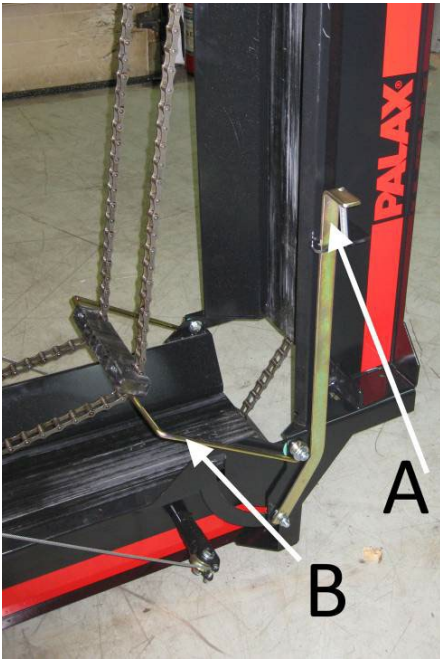

Bild 5
6. Öppna lås A, bild 5.
8. Avlägsna transportkedjans stöbygel B, bild 5 och lägg den i hålen i transportörens sida.
2.7 Ställa transportören i transportläge, bild 5
1. Ställ transportören på marken, fäst transportörkedjans stöbygel B (bild 5).
2. Öppna lås A (bild 5) och vrid upp transportörens huvud.